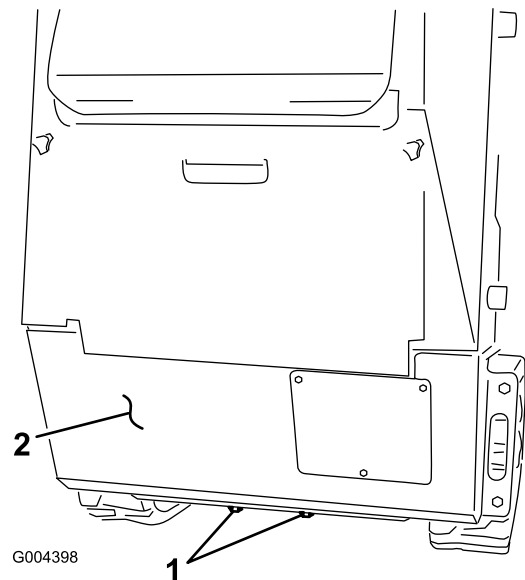

Bild 2
1. Prüfen und ziehen Sie die zwei Schrauben unten an, mit denen die untere Heckplatte am Rahmen befestigt ist (Bild 2).
Wichtig: Entfernen Sie nicht die Heckplatte (Bild 2).